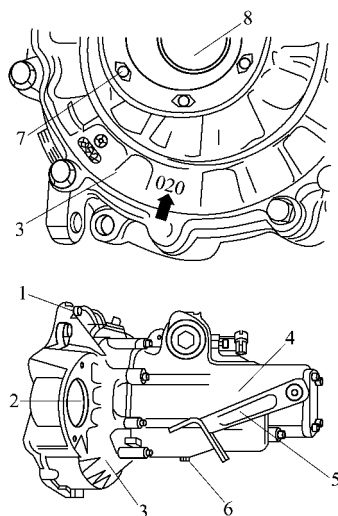

图 3 - 52 驱动轴与起动机的拆卸
(1) 变速器壳体与离合器壳体固定螺栓的拆卸 如图 3 - 53 所示 ,首先旋下变速器放油螺塞 (图 3 - 52) ,放出变速器油。然后